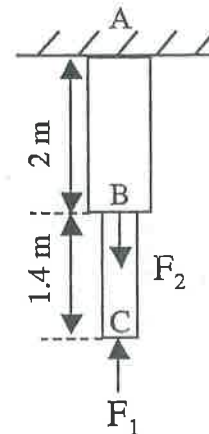

Figura 2
3.- (4p) Una barra de acero, AB, de 2 m de longitud y 20 cm^2 de sección, se suelda a una barra de aluminio BC, de 1.4 m de longitud y 10 cm^2 de sección. El conjunto se empotra en el punto A quedando el extremo C libre tal como indica la **Figura 2**. Sobre el conjunto actúan dos fuerzas, una $F_1 = 20 \text{ kN}$ en el extremo C y otra F_2 en el punto de unión de las barras, como se indica la figura. El conjunto está diseñado para que la barra de aluminio soporte como máximo un esfuerzo de 10^8 Pa y el de la barra de acero no supere $5 \cdot 10^7 \text{ Pa}$. Calculad: